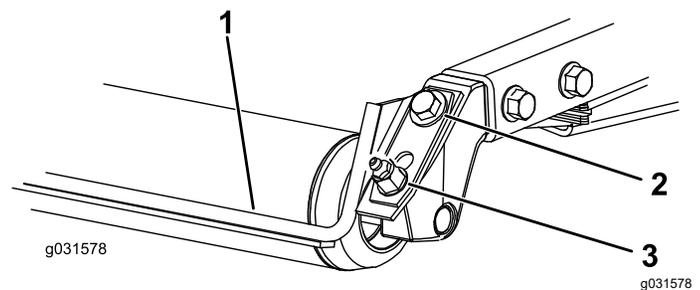

Figura 8
1. Desaperte o bocal de lubrificação e o parafuso de fixação (**Figura 8**).